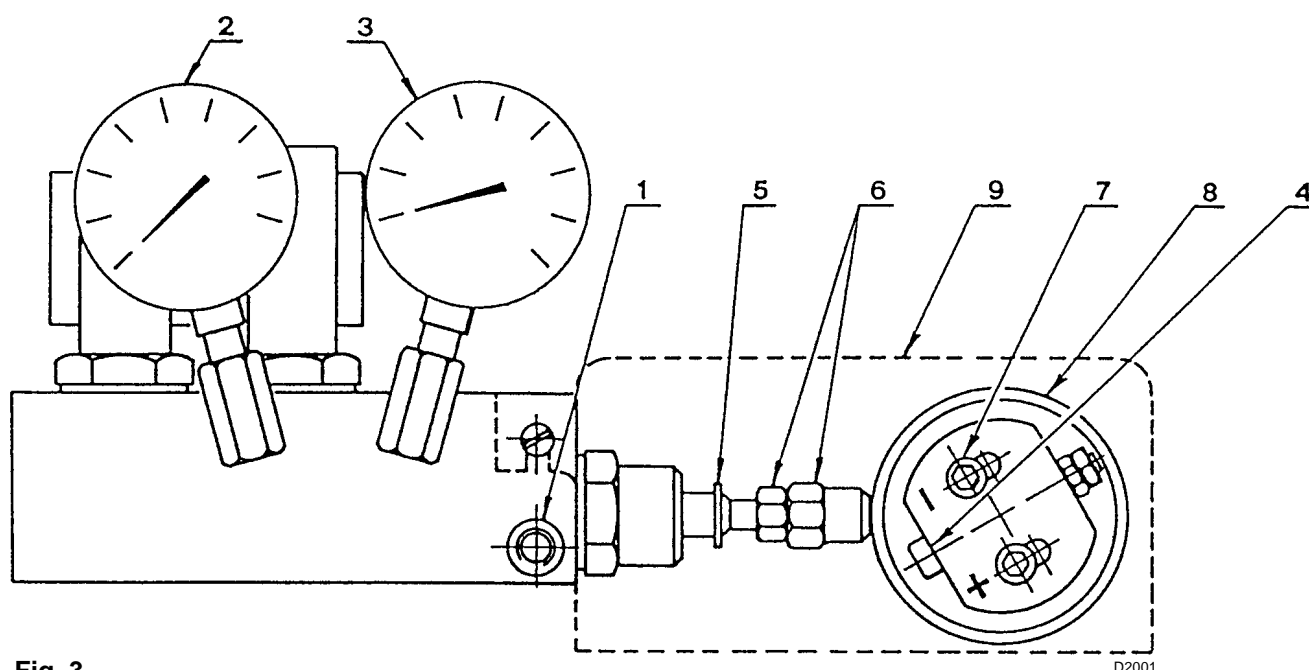

Fig. 3
La variation de pression sur le retour (manomètre 3 fig. 3) modifie le débit du combustible qui sort du gicleur.
- Faire tourner à la main et lentement la came à profil variable (1) (fig. 5) reliée à l'excentrique (8) (fig. 3) et vérifier la variation de pression sur le manomètre (3) (fig. 3). La pression et le débit du gicleur sont minimum quand le servomoteur est sur la position 20°. La pression et le débit du gicleur sont maximum quand le servomoteur est sur la position 130°. Les corrections de pression sur le retour s'obtiennent en faisant varier l'excentrique (8) (fig. 3), l'écrou avec contre écrou (6) (fig. 3).